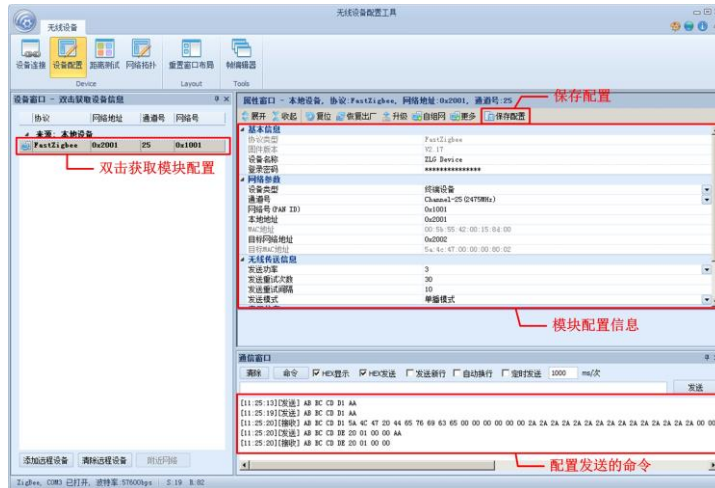

图 4.2 模组配置页面
2. 选择【设备配置】页面，可查看到设备的配置信息，通过双击左边的【本地设备】列表，可重新获取模组的配置信息，根据实际应用修改模组的参数后，点击【保存配置】即完成模组的配置，如图 4.2 所示。